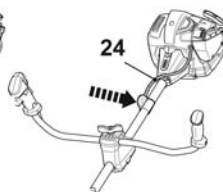

Fig. 3
- > Atașați cablul de comandă [24] pe suportul de suspendare (Fig. 3).